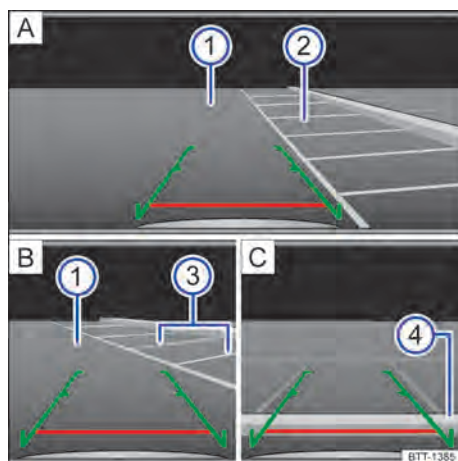

Fig. 108 Exibição do display do sistema do rádio: estacionar com a câmera de marcha a ré.
Legenda para Fig. 108:
- Posicionar o veículo na frente da vaga de estacionamento → Fig. 108 ② [A].
- Conduzir para trás lentamente e manobrar de modo que as guias verdes laterais conduzam entre as linhas de delimitação da vaga de estacionamento delimitada ② [A].
- Alinhar o veículo na vaga de estacionamento selecionada de modo que as guias verdes laterais fiquem em cima das linhas de limitação lateral ③ [B].
- Parar o veículo, quando a linha vermelha atingir a limitação traseira ④ [C].